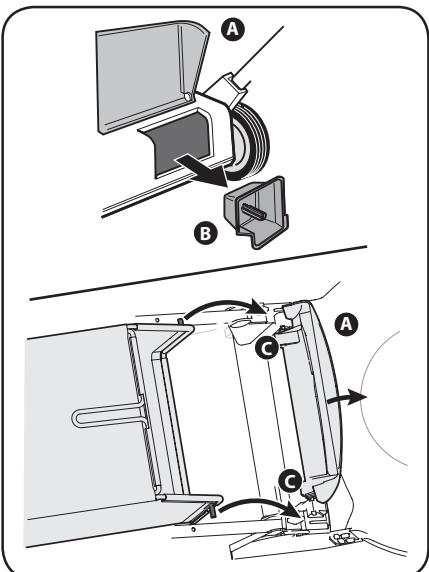

Figura 2-7
- Siga los pasos a continuación para ensamblar el colector de césped. Vea la Figura 2-7.